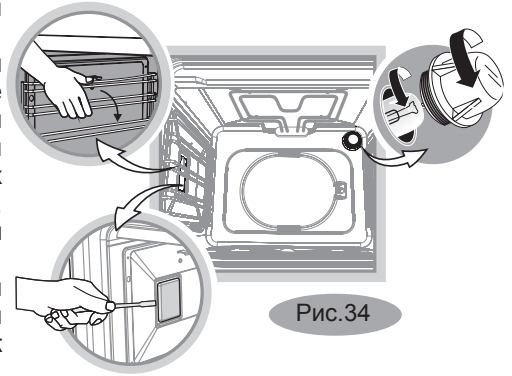

Рис.34
- Открутите стеклянный плафон (рис. 34).